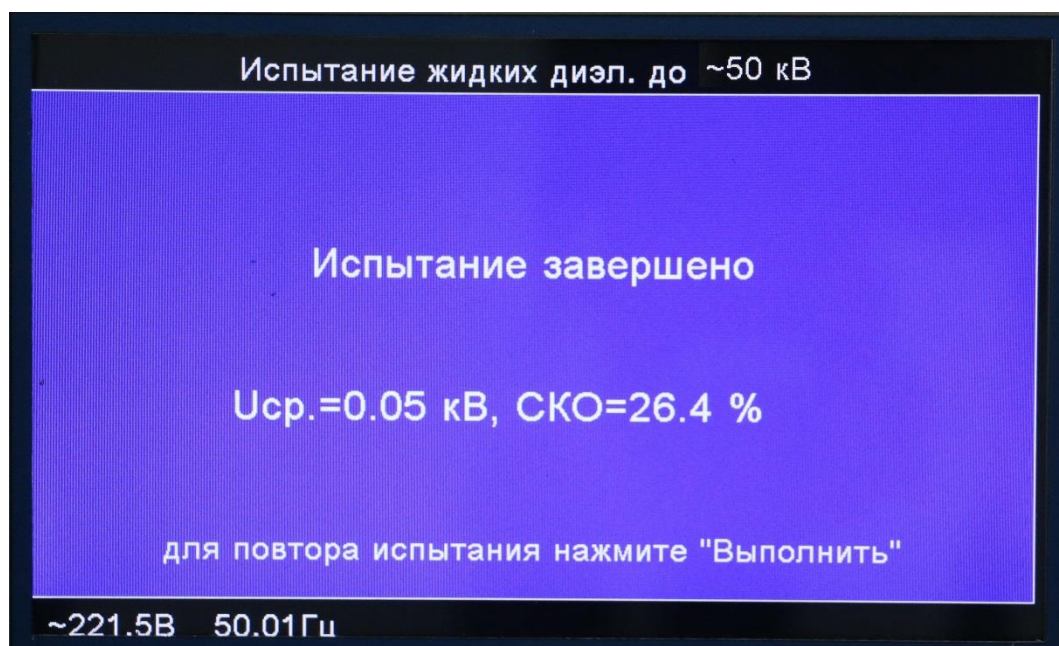

Рис.8.21.
8.8.8. По окончании цикла испытаний на экран будет выдано сообщение «ИСПЫТАНИЕ ЗАВЕРШЕНО» и выведены результаты испытаний (рис. 8.21), где $U_{ср.}$ - среднее арифметическое значение пробивного напряжения; $СКО$ - средняя квадратичная ошибка среднего арифметического значения пробивного напряжения.